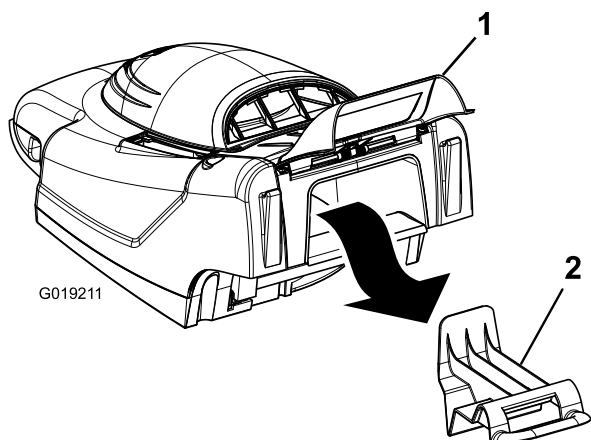

Figure 14
1. Soulevez le volet arrière et enlevez l'obturateur de mulching (Figure 14).